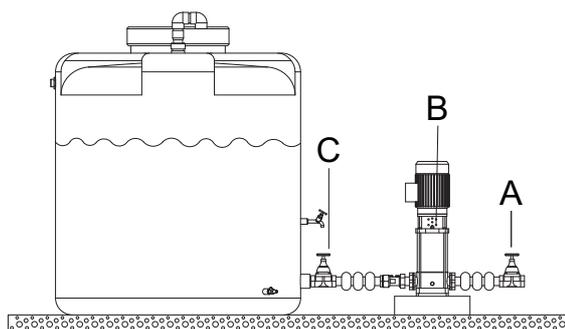

Figure 9: Circuit fermé
7.3.1 En circuit ouvert ou fermé avec une pression d'alimentation suffisante (voir figure 9 Circuit fermé)